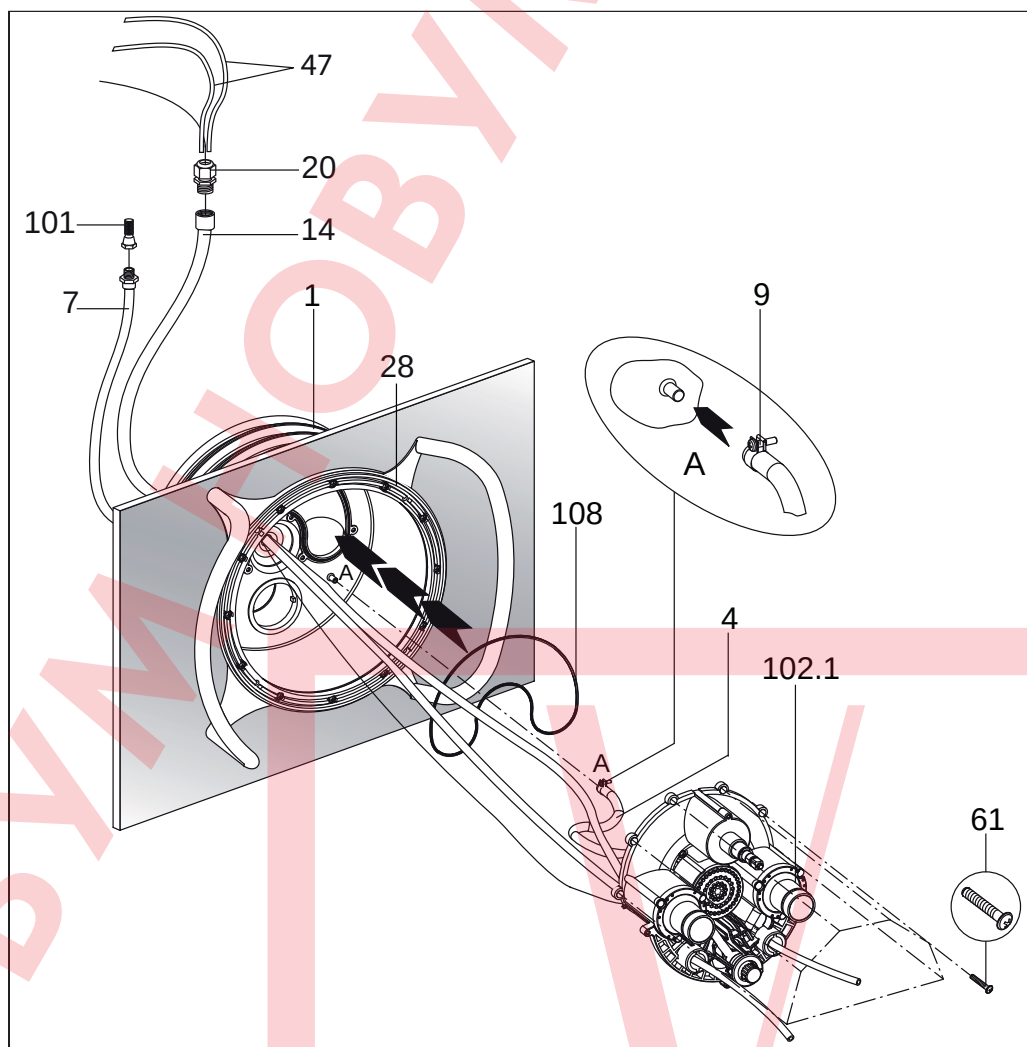

Рис.10
2. Установить в закладном корпусе (1) кольцо (108) (Рис. 10)
3. В корпусе дюз ввинтите 10 винтов-саморезов (61), входящих в комплект поставки. Установите предварительно собранный корпус дюз (102.1) внутри закладного корпуса (1) (Рис. 10)
4. Уложите воздушные шланги (47) и кабели прожекторов в защитный канал (14) и герметизируйте канал уплотнениями (20) (Рис. 10).
5. Прикрепите внутренний воздушный трубопровод (4), который уже предварительно собран в корпусе дюз (102.1) или воздушный регулятор к закладному корпусу (1) при помощи зажимов (9) (см. Рис. 10).
дюз (102.1) (слева выключатель освещения, справа выключатель насоса) (Рис. 10).
7. Отрегулируйте взаимное положение корпуса дюз (102.1) и закладного корпуса (1) и закрепите их 10 винтами-саморезами (61), входящими в комплект поставки (Рис. 10). Винты затягивайте только вручную, не применяйте силу!